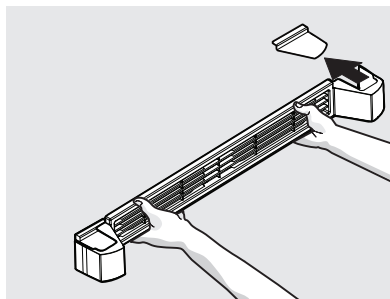

Figura 2
2. Si las cubiertas de la rejilla inferior ya están instaladas, retire la cubierta por el lado correspondiente a la bisagra de la puerta. Consulte la Figura 2.